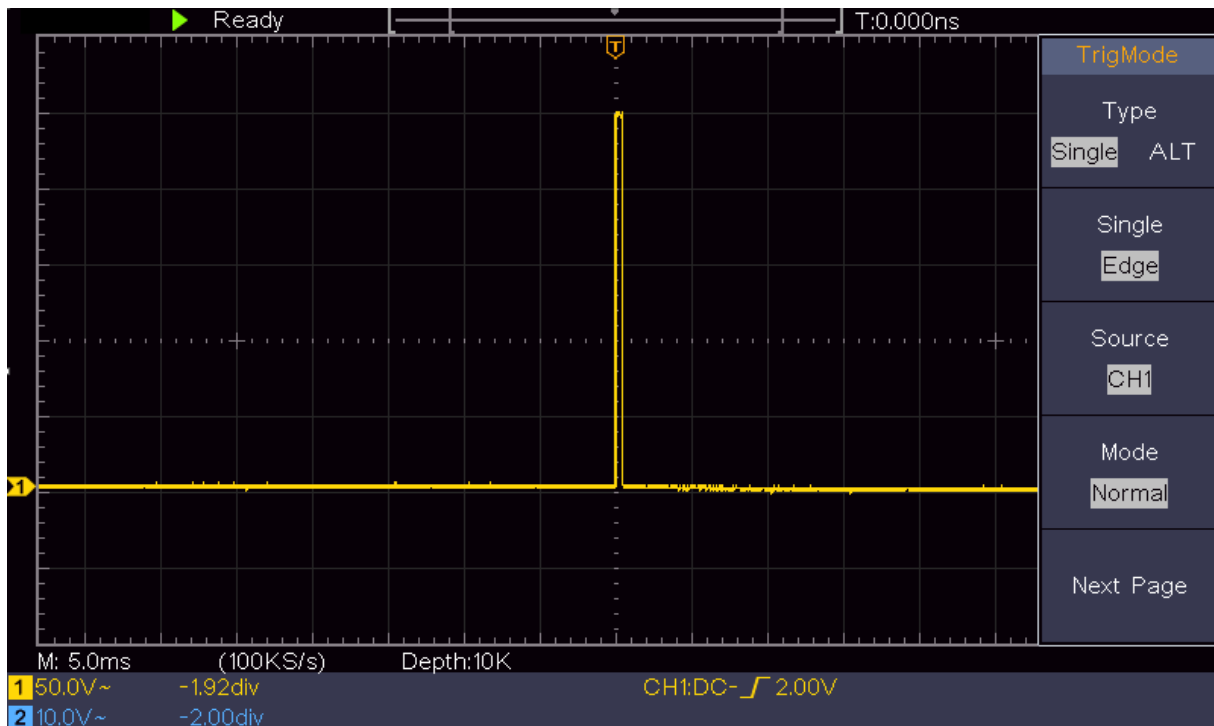

Abbildung 6–3 ein einzelnes Signal erfassen
- (2) Stellen Sie mit den Reglern "Vertikale Skala" und "Horizontale Skala" einen geeigneten vertikalen und horizontalen Bereich für das zu beobachtende Signal ein.
- (3) Drücken Sie die Schaltfläche Acquire, um das rechte Menü anzuzeigen.
- (4) Wählen Sie im rechten Menü Acqu Mode als Peak Detect.
- (5) Drücken Sie die Trigger-Menü-Taste, um das rechte Menü anzuzeigen.
- (6) Wählen Sie im rechten Menü Typ als Single.
- (7) Wählen Sie im rechten Menü Single als Edge.
- (8) Wählen Sie im rechten Menü Quelle als CH1.
- (9) Im rechten Menü drücken Sie Nächste Seite, wählen Sie Kopplung als DC.
- (10) Im rechten Menü wählen Sie Slope als  (steigend).
- (11) Drehen Sie den Trigger Level-Regler und stellen Sie den Triggerpegel auf ungefähr 50% des zu messenden Signals ein.
- (12) Überprüfen Sie die Triggerzustandsanzeige oben auf dem Bildschirm, wenn sie nicht bereit ist, drücken Sie die Run / Stop-Taste und starten Sie die Erfassung, warten Sie, bis der Trigger ausgelöst wird. Wenn ein Signal den eingestellten Triggerpegel erreicht, wird eine Abtastung durchgeführt und dann auf dem Bildschirm angezeigt. Durch Verwendung dieses Ansatzes kann ein zufälliger Impuls leicht erfasst werden. Wenn wir beispielsweise einen Burst-Burr mit hoher Amplitude finden möchten, stellen Sie den Triggerpegel auf einen etwas höheren Wert des durchschnittlichen Signalpegels ein, drücken Sie die Run / Stop-Taste und warten Sie einen Trigger ab. Sobald ein Grat auftritt, wird das Instrument automatisch ausgelöst und zeichnet die Wellenform während des Zeitraums um die Triggerzeit auf. Durch Drehen des Drehknopfes für die horizontale Position im horizontalen Kontrollbereich des Panels können Sie die horizontale Triggerposition ändern, um die negative Verzögerung zu erhalten. Dies ermöglicht eine einfache Beobachtung der Wellenform vor dem Grat (siehe Abbildung 6 3).